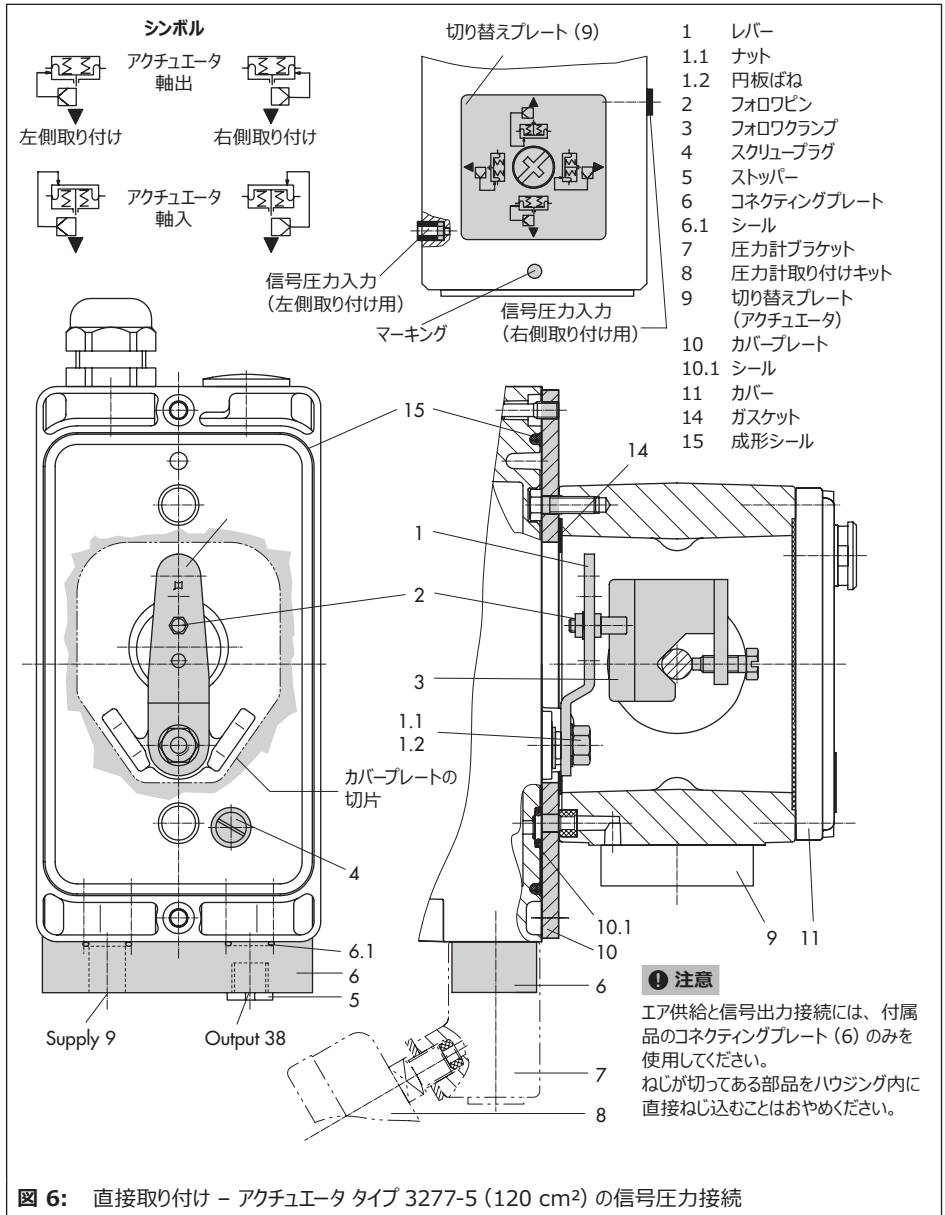

図 6: 直接取り付け - アクチュエータ タイプ 3277-5 (120 cm2) の信号圧力接続
#### 120 cm2 のアクチュエータ (図 6 を参照)
1. コネティングプレート (6)、または圧力計を装着した圧力計ブラケット (7) をポジションナに取り付け、2 つのシール (6.1) が正しく固定されていることを確認します。
2. ポジションナの背面にあるスクリュープラグ (4) を取り外し、コネティングプレート (6) または圧力計ブラケット (7) の信号圧力出口 (38) を、付属品のストッパー (5) でシールします。
3. フォロワクランプ (3) をアクチュエータ軸の上に置き、取り付けねじがアクチュエータ軸の溝に収まるように位置を調節し、しっかりとねじ込みます。
4. 狭い側の切片 (図 6 の左側) が信号圧力接続の方を向くように、カバープレート (10) を取り付けます。ガスケット (14) がアクチュエータヨークの方を向いていることを確認します。
5. **15 mm ストローク:** ポジションナ背面の M レバー (1) にあるフォロワピン (2) をピン位置 35 (納入時の状態) に維持します。
**7.5 mm ストローク:** ピン位置 35 からフォロワピン (2) を取り外し、ピン位置 25 の穴に再配置してしっかりと固定します。